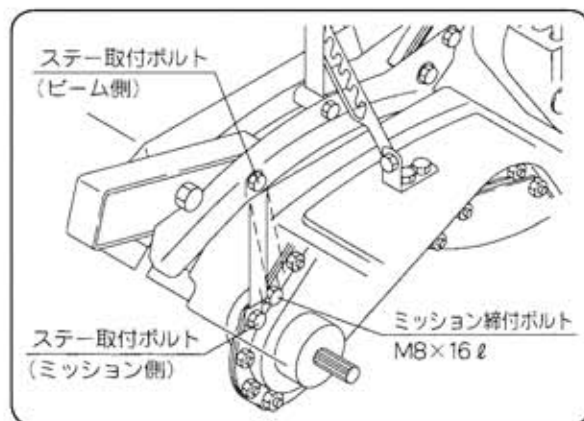

図52
- ② ステア取付ボルト (ビーム側) を緩めてください。(図52)
- ③ ステア取付ボルト (ミッション側) のボルトを外してください。(図52)
- ④ ミッション締付ボルト (M8×16ℓ) を外してください。(図52)